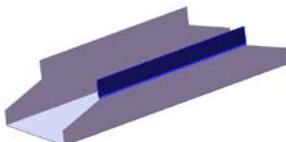
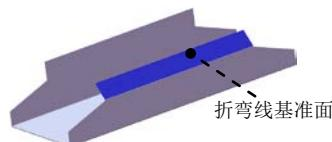

图 11.2.13 绘制的折弯 2
图 11.2.14 折弯线基准面
Step6. 创建图 11.2.13 所示的钣金特征——绘制的折弯 2。
(1) 选择命令。选择下拉菜单**插入(I)** \rightarrow **钣金(H)** \rightarrow **绘制的折弯(S)...** 命令(或单击“钣金”工具栏上的“绘制的折弯”按钮 \square)。
(2) 定义特征的折弯线。
① 定义折弯线基准面。选取图 11.2.14 的模型表面作为折弯线基准面。